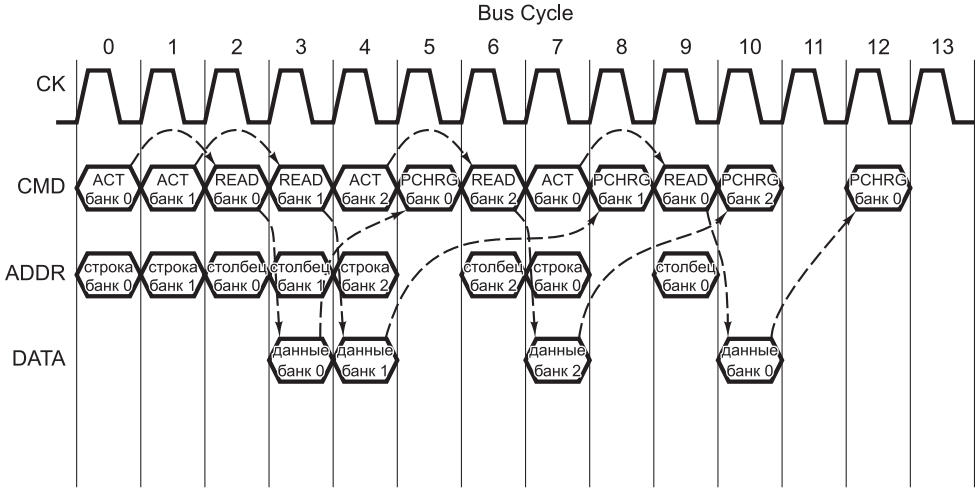

Рис. 3.43. Конвейерные обращения к памяти через интерфейс DDR3 процессора Core i7
четырёх параллельных обращений для одного канала DDR3. Временная диаграмма на рис. 3.43 показывает, как Core i7 выдает 3 обращения к трем разным банкам динамической памяти. Обращения полностью перекрываются, так что операции чтения на микросхеме динамической памяти выполняются параллельно. Связь между командами и последующими операциями на временной диаграмме обозначается стрелками.
Как видно из рис. 3.43, интерфейс памяти DDR3 имеет четыре основных сигнальных канала: синхронизация шины (CK), команда шины (CMD), адрес (ADDR) и данные (DATA). Сигнал синхронизации шины CK управляет всей работой шины. Командный сигнал CMD указывает, какая операция запрашивается у динамической памяти. Команда ACT задает адрес строки динамической памяти, открытой сигналом ADDR. При выполнении команды READ адрес столбца динамической памяти задается с использованием сигналов ADDR, а динамическая память выдает прочитанное значение спустя фиксированное время через сигналы DATA.